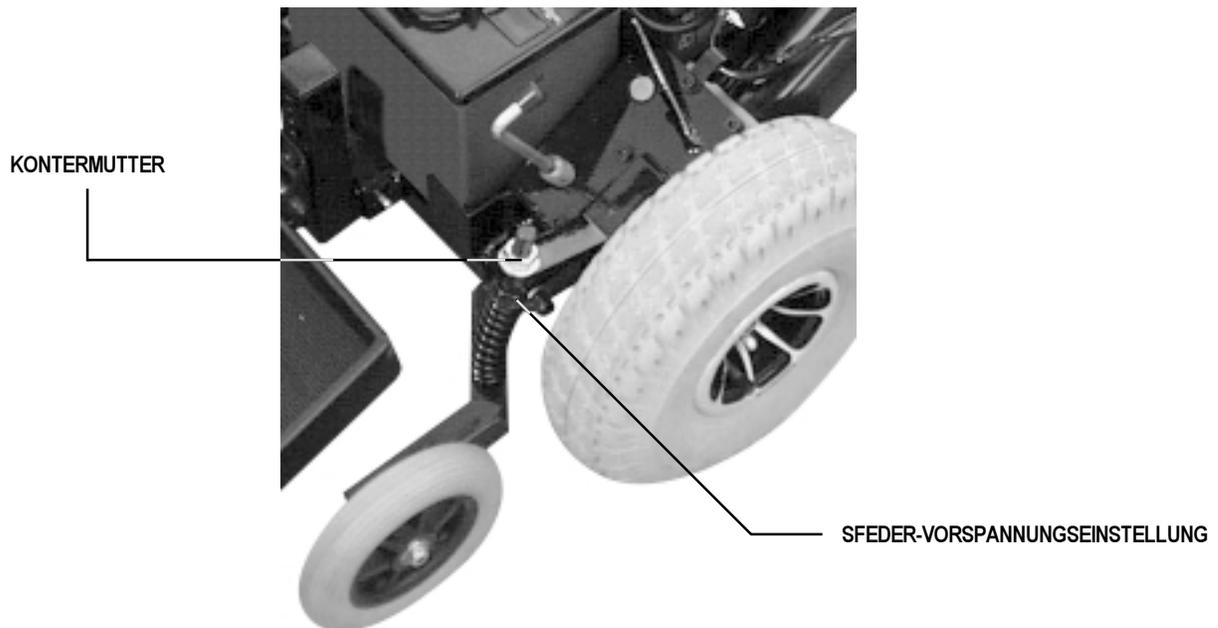

Abb. 12. Vorspannungseinstellung der Anti-kipp-räder
2. Die Feder-Vorspannungs-Einstellmutter finden Sie auf Abb. 12.